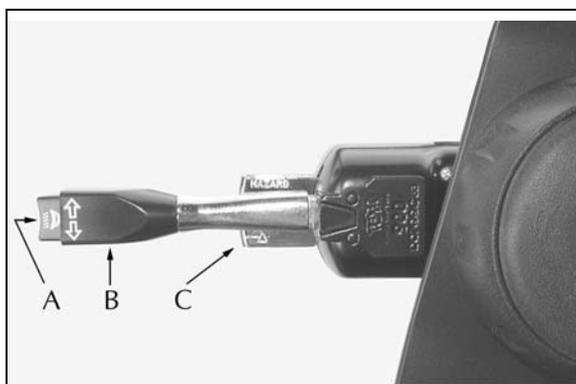

Figura 14
O controle montado em coluna no trator Kalmar tem três funções. Ele está localizado no lado esquerdo da coluna de direção (Figura 14).
1. Mover a alavanca (Figura 14, B) para frente ativa o sinal de seta para a direita. Mover a alavanca para trás ativa o sinal de seta para a esquerda. O sinal de seta não é cancelado automaticamente, devendo ser retornado à posição central (OFF) manualmente depois de acionado. As setas verdes na luz do painel de instrumentos se acendem e piscam quando o interruptor é ativado.
2. O botão na extremidade da alavanca opera as luzes de farol alto (Figura 14, A). Os faróis devem estar ligados para que o interruptor funcione. Quando os faróis altos forem ligados, o indicador de farol alto no painel de instrumentos se acenderá.
3. O interruptor de puxar abaixo da alavanca ativa o pisca-alerta de emergência (Figura 14, C). Puxar esse interruptor liga o pisca-alerta. Para desligar o pisca-alerta, mova a alavanca de sinal de seta para frente ou para trás.